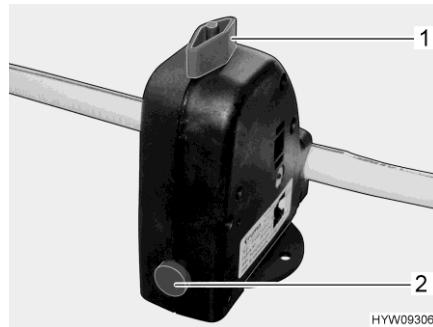

Fig. 155 Valvola di sicurezza/di scarico (boiler)
Il boiler è dotato di una valvola di sicurezza/di scarico (Fig. 155). La valvola di sicurezza/di scarico impedisce che l'acqua congeli nel boiler in presenza di basse temperature esterne, quando il riscaldamento dell'autocaravan non è acceso.
- Chiudere la valvola di sicurezza/di scarico. A tal fine ruotare la manopola (Fig. 155,1) verticalmente rispetto alla valvola di sicurezza/di scarico e premere verso l'interno il bottone automatico (Fig. 155,2).
- Aprire la valvola di sicurezza/di scarico. A tal fine ruotare la manopola (Fig. 155,1) nel senso della lunghezza della valvola di sicurezza/di scarico. Il bottone automatico (Fig. 155,2) scatta all'infuori. Il boiler viene svuotato verso l'esterno tramite la valvola di sicurezza/di scarico.